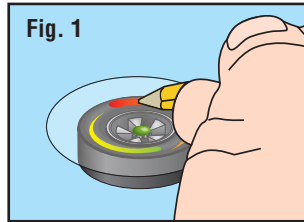

Fig. 1
1. Apply Tire Decals to a clean, dry surface. Cut out entire Decal, leaving an edge (Fig. 1). Remove backing paper.
2. Center Decal on tire and hold firmly in place. Using a dull pencil or burnisher, rub over the entire image (Fig. 1).
1. Appliquer les autocollants des pneus à une surface propre et sèche. Découper tout l'autocollant, en laissant un bord (Fig. 1). Retirer le papier de fond.
2. Centre l'autocollant sur le pneu et le maintenir fermement en place. Utilisant un crayon ou burnisher, frotter sur toute l'image (Fig. 1). **REMARQUE:** Si l'application à roue plate, placez un petit morceau de papier sur essieu central autocollant pas de transfert vers la roue.